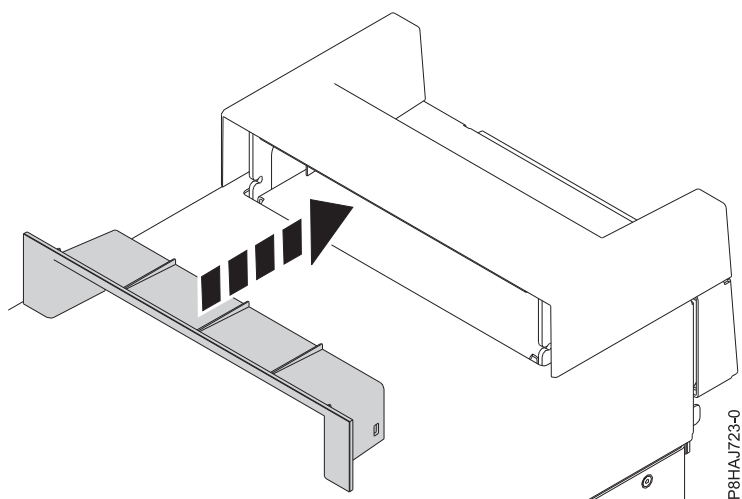

図 25. 8286-41A スタンドアロン・システムのハンドル・カバー内の断片の差し込み
2. ハンドル・カバーの断片をしっかりとハンドル・カバーに押し込んで、断片をハンドル・カバー内に差し込みます (46 ページの図 25 を参照)。